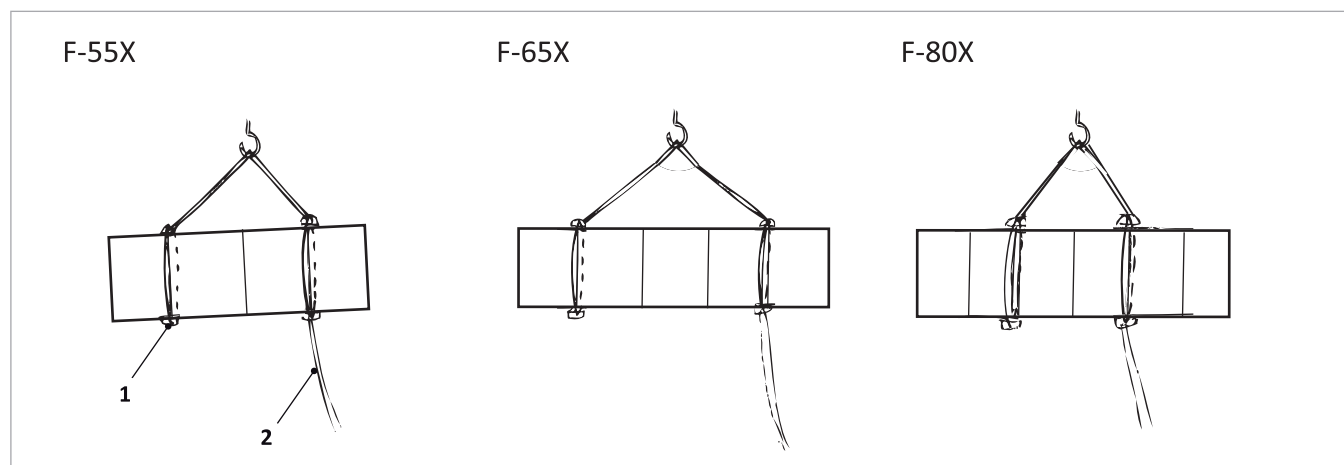

Fig. 2: SolvisFera - Posizione dei bloccaggi e delle slitte
- Fissare i bloccaggi e le slitte secondo ➔ *Fig. 2* al collettore.